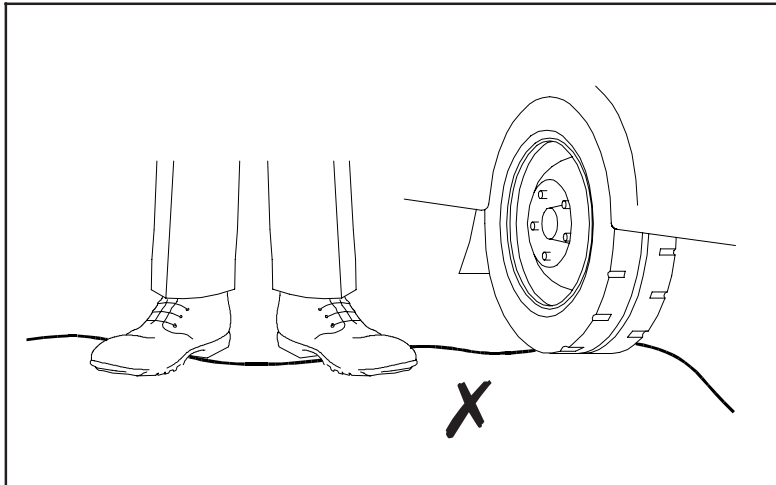

Abbildung 2
2. Das ausgelegte und zur Befestigung am Gebäude präparierte Sensorkabel muß vor Beschädigungen durch Personen oder Fahrzeuge geschützt werden. Abbildung 2 zeigt eine der typischen Situationen, welche *auf keinen Fall* passieren dürfen. Das Sensorkabel wird an dieser Stelle irreparabel beschädigt. Dieses Stück muß durch ein neues Kabel ersetzt werden, was unvorhersehbare Kosten verursachen kann, da die Empfindlichkeit erst nach Fertigstellung der Installation getestet werden kann.